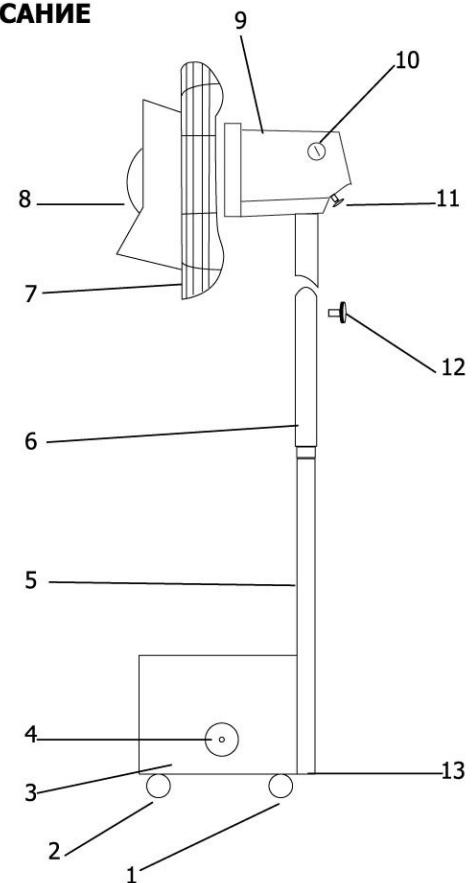

рис. 1
6.1. Сборка вентилятора (рис. 1, 2, 3, 4).
- Используйте винты и гайки из комплекта креплений, чтобы установить поворотные, опорные колеса и стойку на подрамник (см. отметки 1, 2, 5, 13 на рис. 1).
- Во избежание падения вентилятора поместите резервуар для воды на подрамник прежде чем устанавливать остальные детали. Добавьте в резервуар 1/2 объема воды и поместите в него насос (см. отметки 3, 4, 13 на рис. 1).
- Установите двигатель вентилятора на стойку и закрепите винтом. Отрегулируйте положение двигателя перпендикулярно стойке на корпусе двигателя (см. отметки 9, 5 на рис. 1).
- Выберите желаемый скоростной режим, повернув переключатель (см. отметку 10 на рис. 1).
- Установите и закрепите при помощи винта рычаг в нижней части электродвигателя в левом положении (см. отметку 11 на рис. 1).
- Для регулировки объема распыления воды поверните регулятор подачи воды на стойке вентилятора (см. отметку 12 на рис. 1).